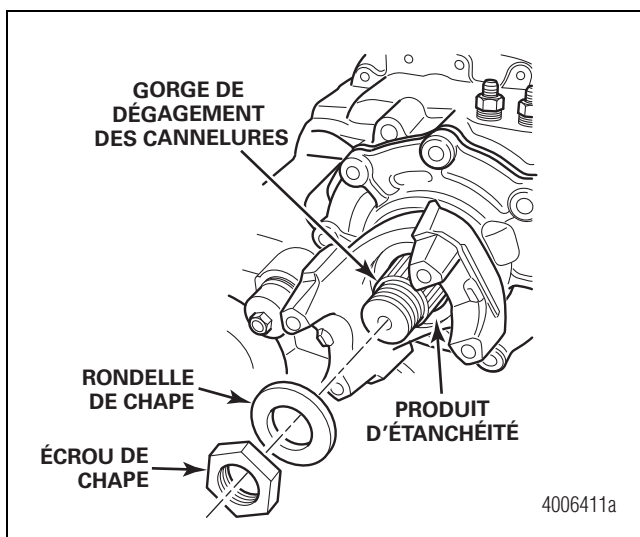

Figure 6.35
10. Appliquer un cordon de Silastic RTV 732 de 1/8 po (3 mm) sur tout le périmètre de la surface interne de la chape. Figure 6.35.